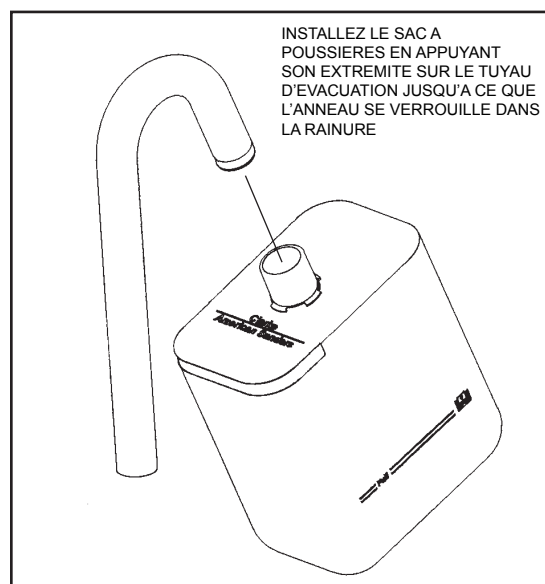

Figure 10
1. Installez le sac à poussières en appuyant son extrémité sur le tuyau d'évacuation jusqu'à ce que l'anneau se verrouille dans la rainure (figure 10). On y parvient plus facilement en appuyant sur l'arrière de l'ouverture du sac avec la paume de la main.